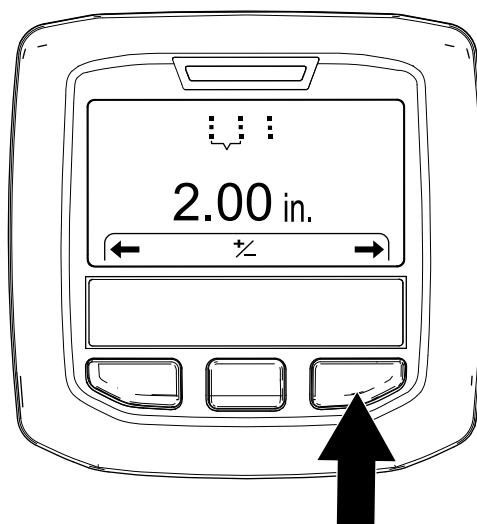

Figura 48
- Apăsai butonul InfoCenter din dreapta pentru a afia ecranul Setting the Hole Spacing (Setare spaiere găuri) (Figura 48).
- Apăsai butonul InfoCenter din dreapta pentru a afia ecranul Setting the Tine Diameter (Setare diametru dinte) (Figura 48).